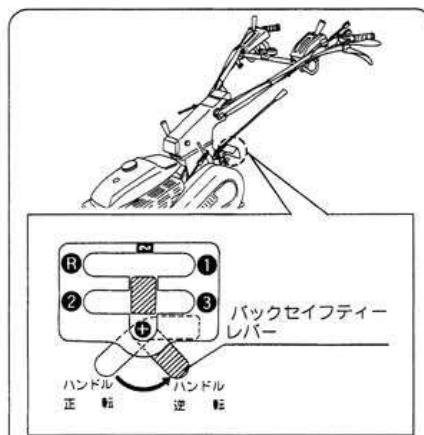

図53
- ③変速レバーの指示マーク案内板に取付けてあるバックセフティレバーを確実に【ロック】位置にセットしてください。高速後進は大変危険です。絶対に使用しないでください。(図53)
- ④回転するとき、各ワイヤ類が引っかかるないように、ゆっくりおこなってください。
- ⑤操作クラッチを含めた各操作装置が確実に作動するのを確かめてください。